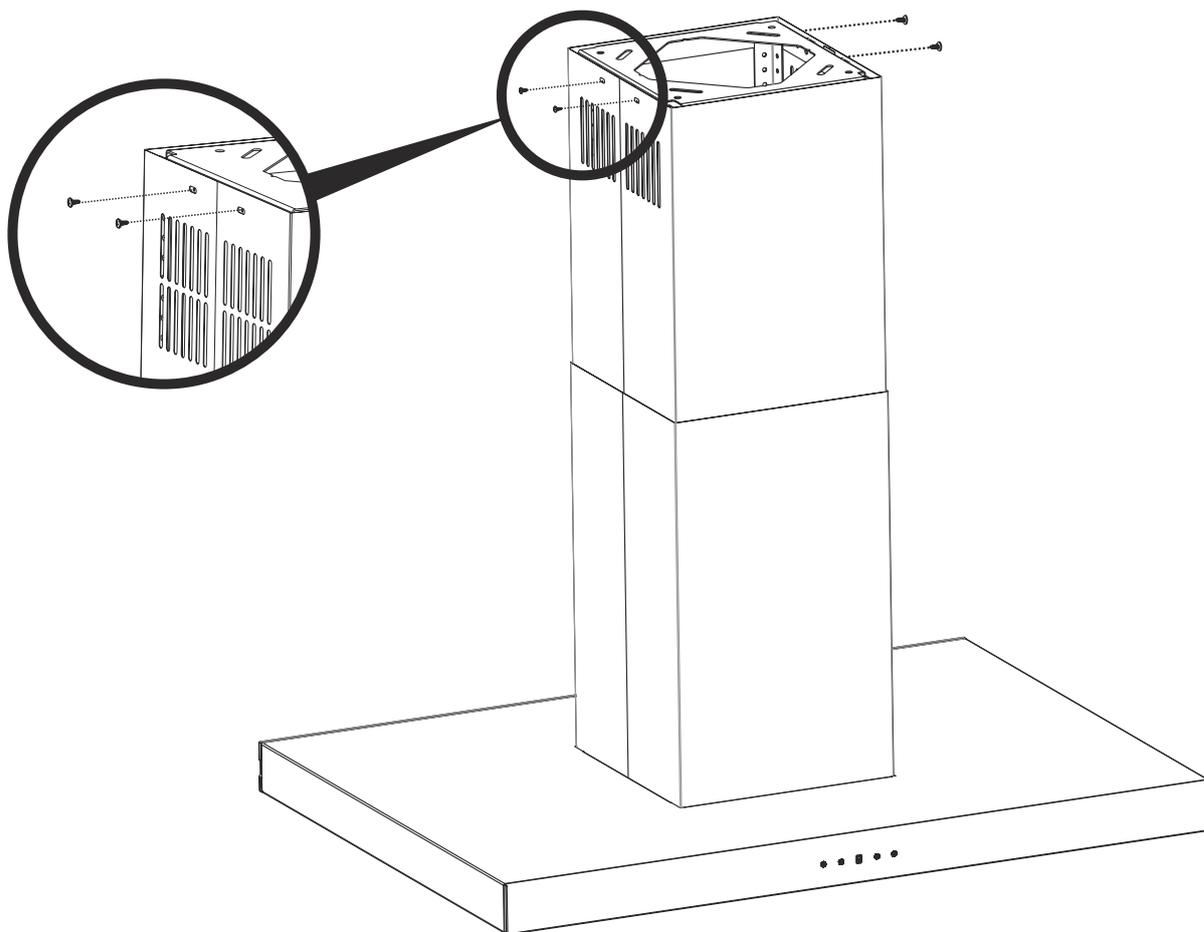

Fig. 14
- ➔ Fissare la lamiera interna sui due lati della piastra di collegamento a soffitto con 4 viti (Fig. 14).